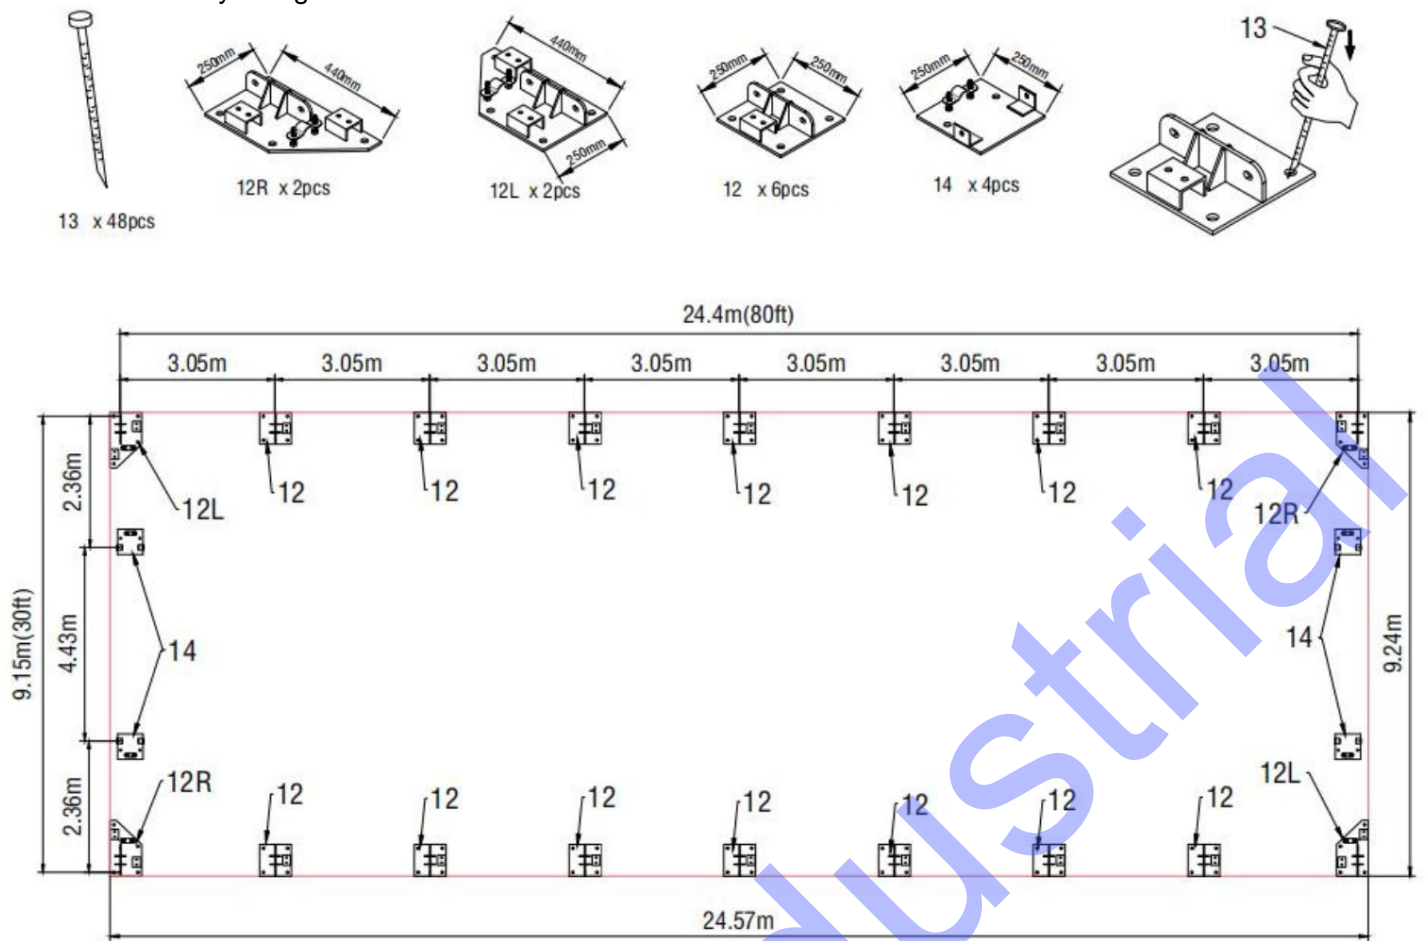

Figure 1
2. Veuillez vous référer au schéma (Figure 1) pour placer les plaques de base.
3. Comme le montre la figure 1, chaque plaque de base est équipée de 4 piquets (n° 13) ou agrandir vis